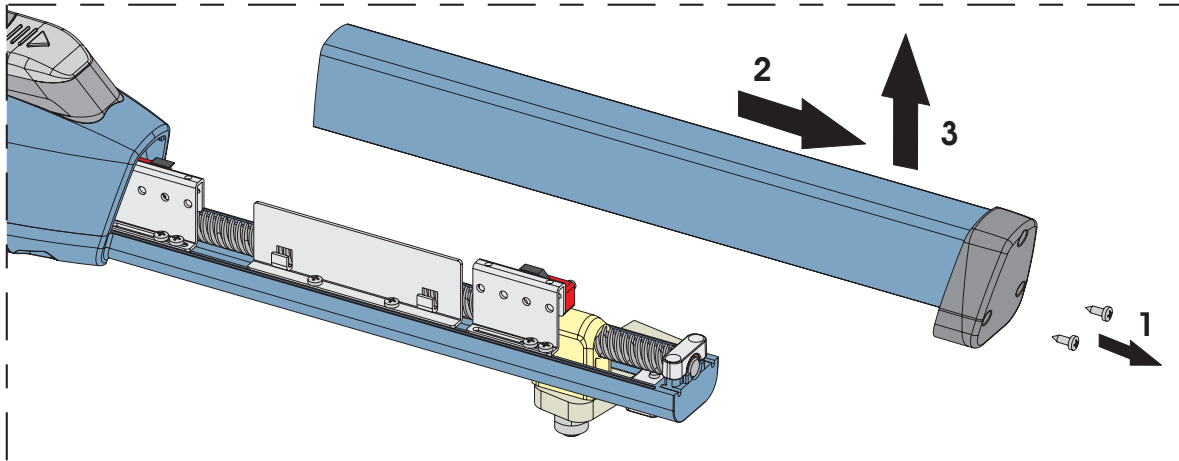

Abb. 24
- 1) Die beiden unteren Schrauben des Frontverschlusses abschrauben und die Abdeckung herausziehen, Abb. 24